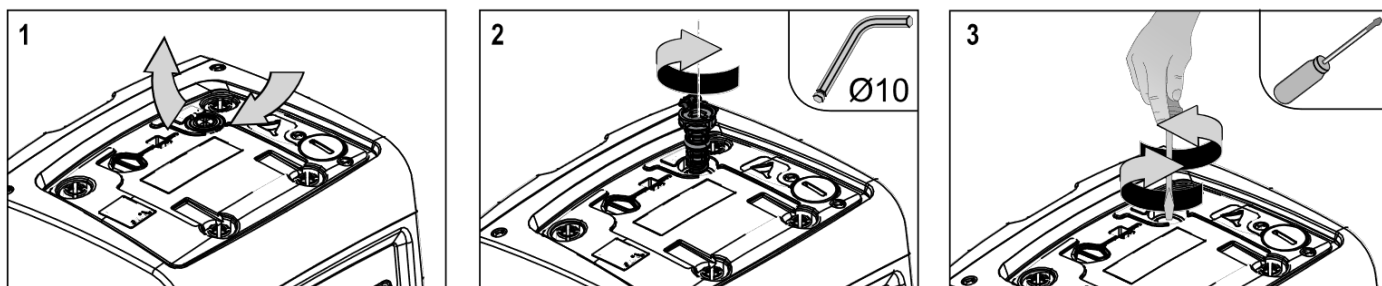

Fig. 23
2. lyft på gummihättan till pluggen för att komma åt motoraxeln (Fig. 23);
3. använd en 10 mm sexkantnyckel och ta bort pluggen för att komma åt motoraxeln (Fig. 23);
4. för in en spårskruvmejsel i spåret på motoraxeln och vrid i båda rotationsriktningarna (Fig. 23);